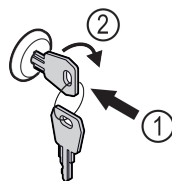

Fig. 87 Immagine a titolo di esempio
- Inserire la chiave Fig. 87 (1).
- Ruotare la chiave di 90° in senso orario Fig. 87 (2).